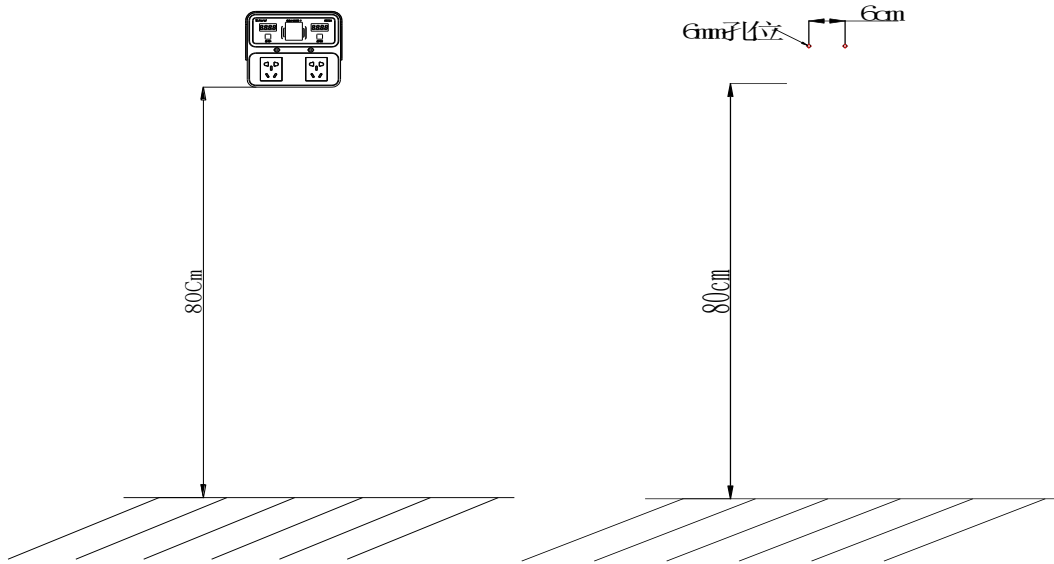

图 18
(2) 设备安装位置距离地面约为 80CM 高，用记号笔把设备的 2 个固定孔画好，固定孔间距为 6cm，如图 18 所示。